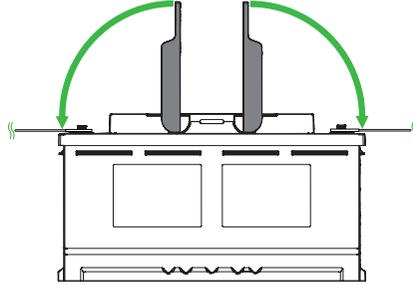

Abbildung 5.
5. Die Griffabdeckungen auf die Klemmen stecken. (Abbildung 5)